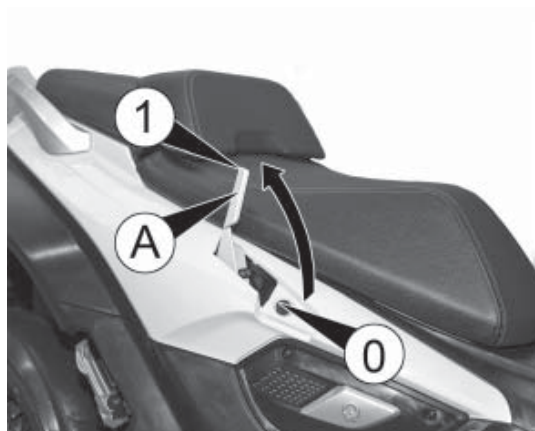

fig. 8
- abbassare la leva A fig. 8, accompagnandola senza mai lasciare la presa durante tutta l'operazione, dalla posizione 1 alla a posizione 0.